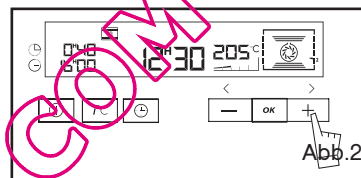

Abb.2
- Die Zeiteinstellung über die Tasten + oder - (Abb.2) einstellen.